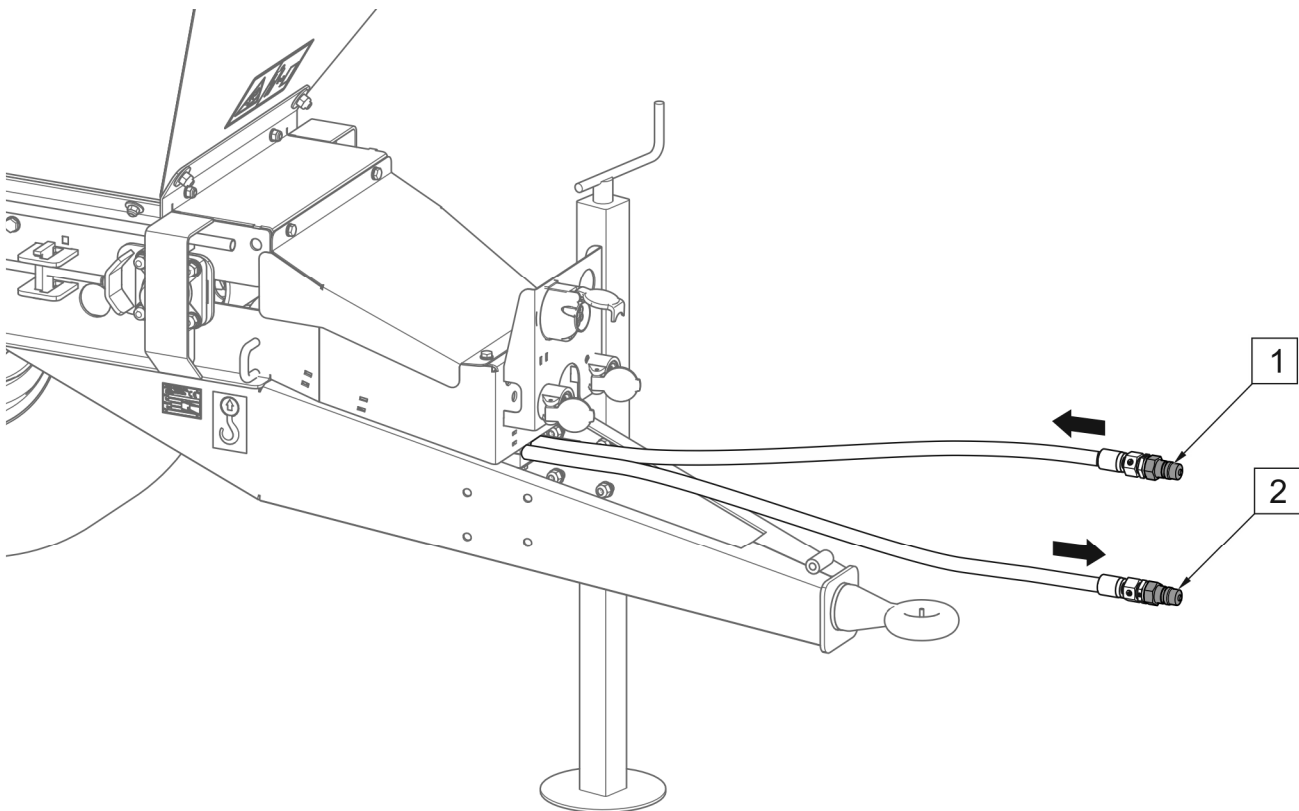
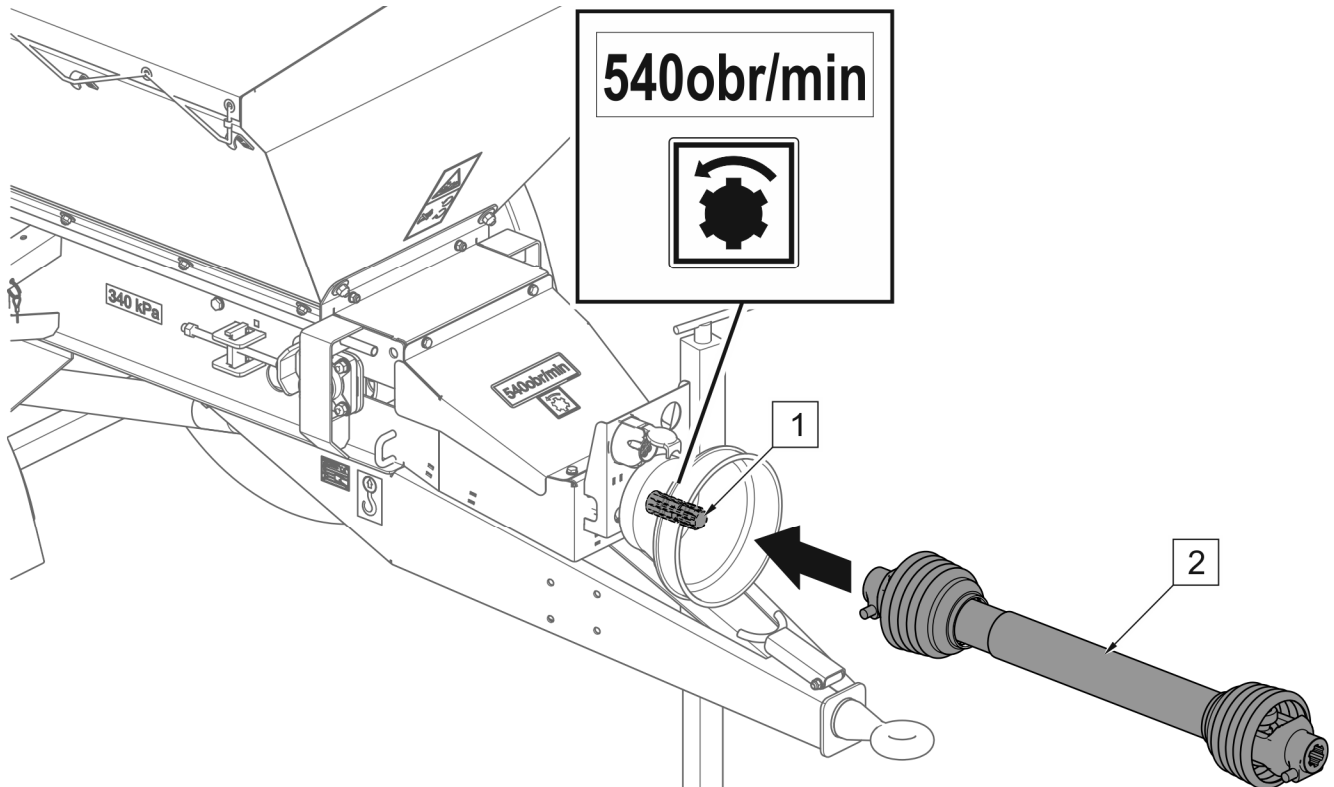

РИСУНОК 4.2 Підключення гідравлічної системи
РИСУНОК 4.3 Під'єднання шарнірного телескопічного вала
- Підключіть з'єднання гідравлічної системи (РИСУНОК 4.2) або шарнірний телескопічний вал (РИСУНОК 4.3) - залежно від версії машини
Залежно від версії підбору, розкидач може бути адаптований для подачі від зовнішньої гідравлічної системи носія. Штекерні роз'єми гідравлічної системи повинні бути підключені до гнізд однієї секції зовнішньої гідравліки з функцією постійної подачі масла. Гідравлічна система машини дозволяє маслу текти тільки в одному напрямку (РИСУНОК 4.2)
Шарнірний телескопічний вал (2) повинен бути з'єднаний з валом (1) (РИСУНОК 4.3). Напрямок і швидкість обертання вказані на піктограмі.